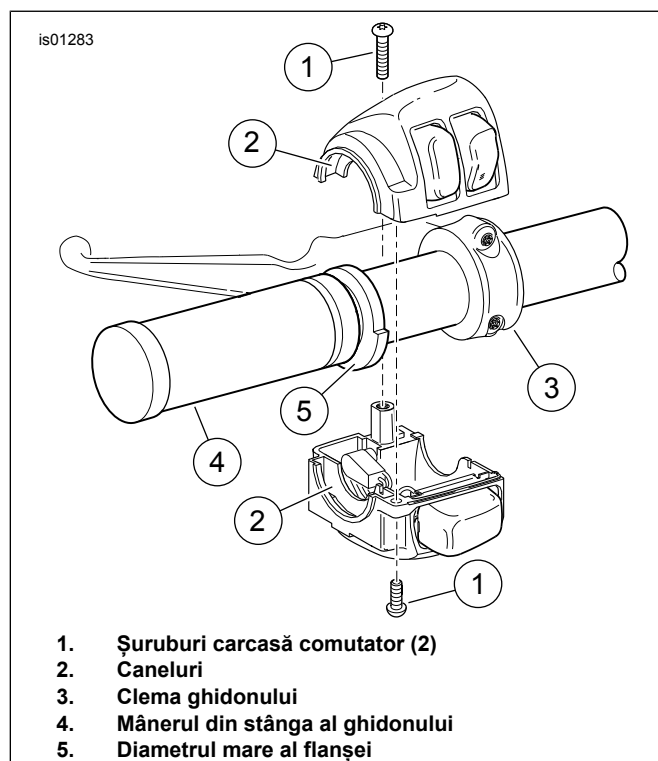

Figura 2. Carcasa comutatoarelor de pe ghidonul din stânga
1. A se vedea figura 2. Îndepărtați șuruburile din partea de sus și din partea de jos de la carcasa comutatorului (1).
2. Slăbiți șurubul superior care fixează clema ghidonului (3) la suportul manetei de ambreiaj.